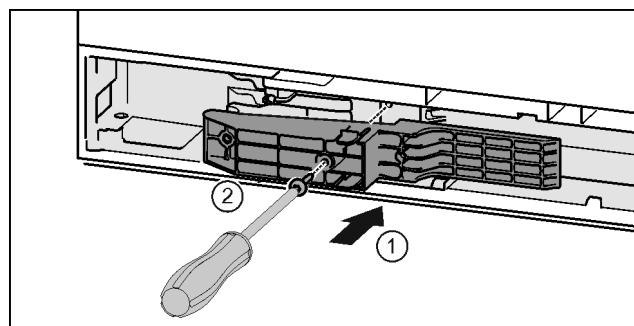

Fig. 45 \*
- Вставьте деталь адаптера в выемку на стороне ручки. Fig. 45 (1)\*
- Затяните винты отверткой T15. Fig. 45 (2)\*